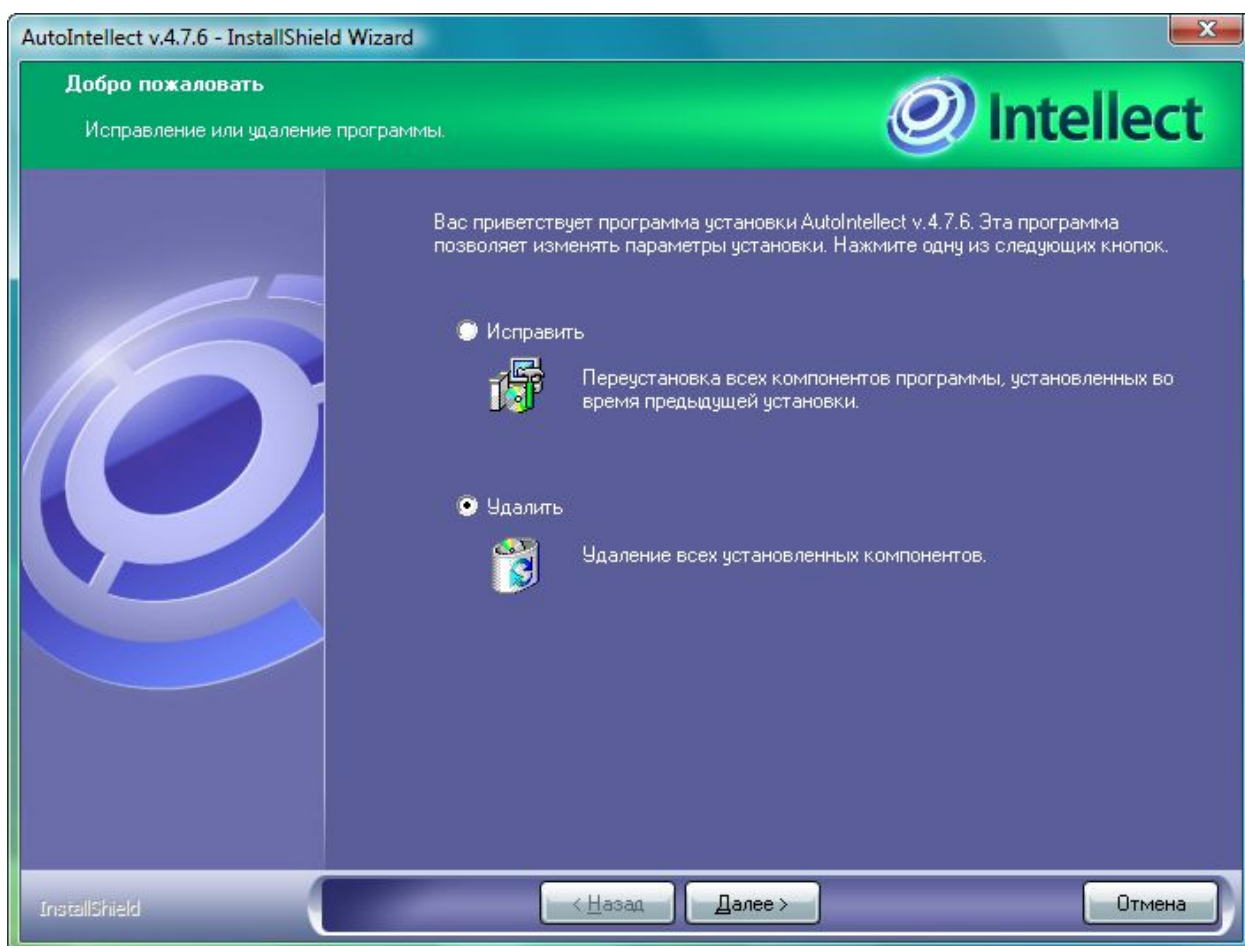

Рис. 6.6-3 Диалоговое окно запуска процесса удаления программы «Авто-Интеллект»
- d. В открывшемся диалоговом окне требуется с помощью мыши установить переключатель в положение «Удалить» (см. Рис. 6.6-3).